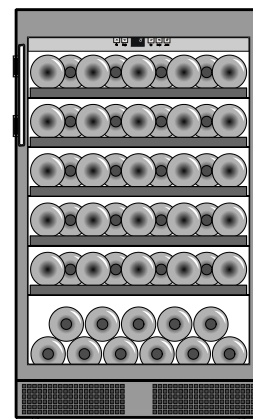

Figura 18
Diagrama de almacenamiento - Figura 18
- Figura 18